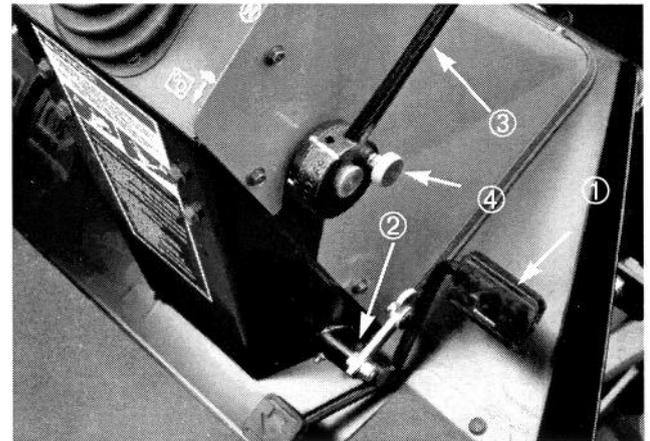

Figure 16
Pédale de déplacement (Fig. 16)—Commande le déplacement en marche avant et arrière. Appuyer sur le haut de la pédale pour la marche avant et sur la base pour la marche arrière. La vitesse au sol varie selon que la pédale est plus ou moins enfoncée. Pour une vitesse maximale au sol sans charge, enfoncer à fond la pédale en gardant la commande des gaz sur FAST (RAPIDE). Pour une puissance maximale avec charge ou sur pente,
Sélecteur de vitesse (Fig. 16)—Pour régler à la vitesse désirée tourner la came de la tige de commande, sssaugmente quand le levier est tourné en avant et elle diminue quand il est tourné en arrière.
Levier de changement d'essieu (Fig. 16)—Situé sur le côté droit de la console pour sélectionner la traction avant. Tirer sur le bouton de blocage, déplacer le levier vers l'arrière pour la tonte et vers l'avant pour le transport, puis relâcher le bouton pour bloquer la sélection. Le levier doit se trouver en position combinaison basse (LO) pour la tonte. Le point mort (N) est réservé au remorquage.